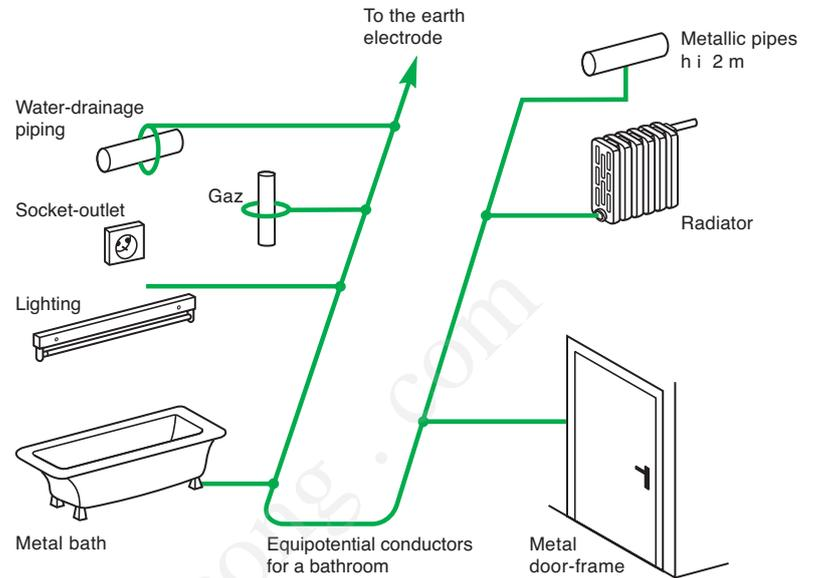

Fig. P19 : Supplementary equipotential bonding in a bathroom
2.2 Equipotential bonding (see Fig. P19)